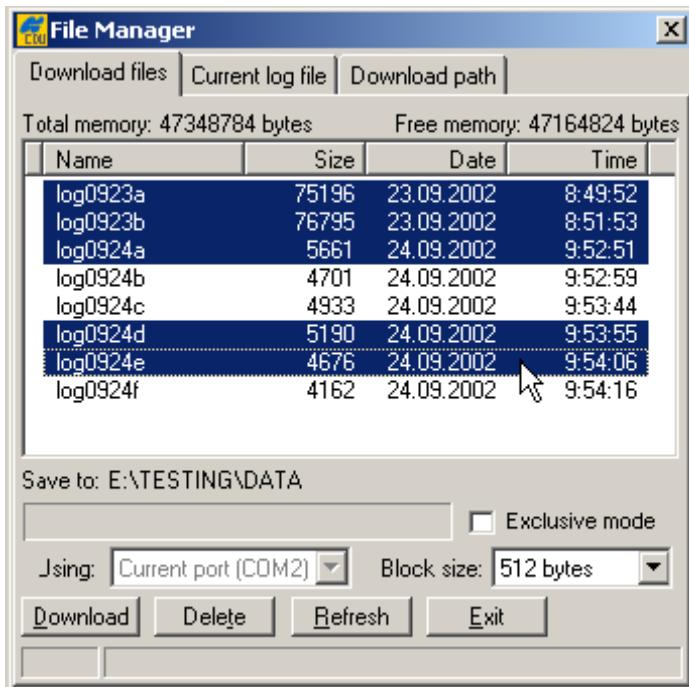

Рисунок 5-11. Загрузка файлов
5. Выберите вкладку *Download files* (Файлы для загрузки) и в ней отметьте файлы, подлежащие копированию (см. рис. 5-11 на стр. 5-7). Выбор нескольких подряд расположенных файлов производится с удержанием клавиши **Shift**, а группы из отдельных файлов - клавиши **Ctrl**.